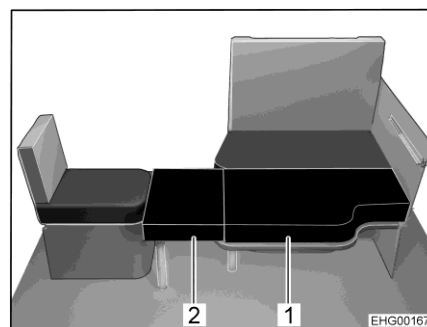
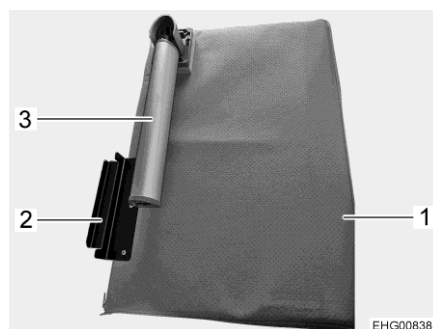

Fig. 129 Après la transformation
Fig. 130 Planche supplémentaire
- Déplier le repose-pieds (Fig. 130,3) sur la planche supplémentaire (Fig. 130,1).
- Accrocher l'équerre de support (Fig. 130,2) de la planche supplémentaire au siège individuel et poser le coussin supplémentaire (Fig. 129,2) sur le plateau de table.
- Poser le second coussin supplémentaire (Fig. 129,1) sur le plateau de table.